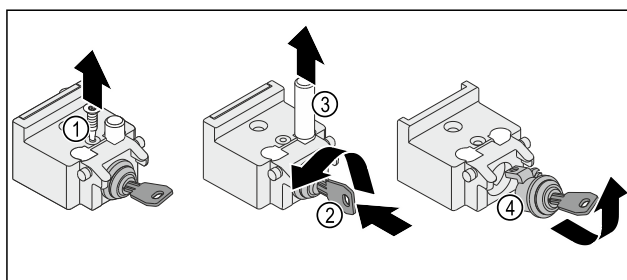

Fig. 13
- ▶ Выкрутите винт Fig. 13 (1).
- ▶ Вставьте ключ Fig. 13 (2) и поверните его.
- ▶ Извлеките палец Fig. 13 (3) движением вверх.
- ▶ Извлеките замок Fig. 13 (4).